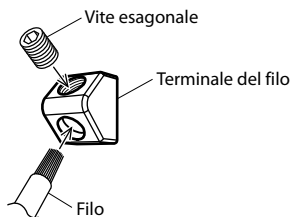

Fig. 9
3. Serrate la vite installata con la chiave esagonale (in dotazione) per fissare il filo in posizione. (Fig. 9)